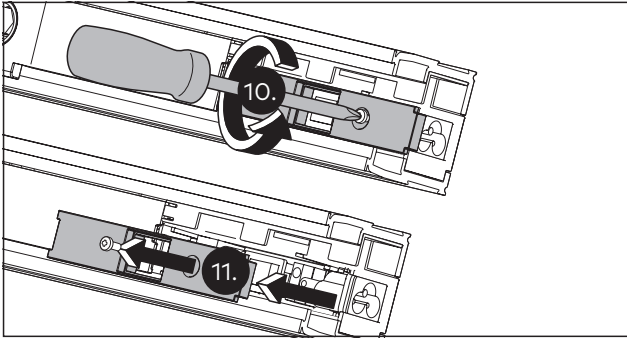

Abb. 18 Den Deckel entfernen
10. An der Anschlussseite beider Antriebe die Schraube aus dem Deckel herausdrehen (Abb. 18). Den Deckel und die Schraube aufbewahren, da beides später wieder benötigt wird.
11. Den Deckel entfernen (Abb. 18).